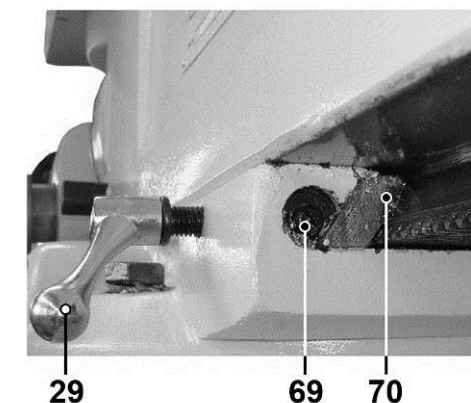

Рис. 16
9.5.2. Поверните регулировочный винт (69) клина (70) (Рис. 16) на конце направляющих хобота (25) по часовой стрелке, перемещая хобот (25) при помощи ключа (71) для перемещения хобота до тех пор, пока не почувствуете небольшое сопротивление (Рис. 17).